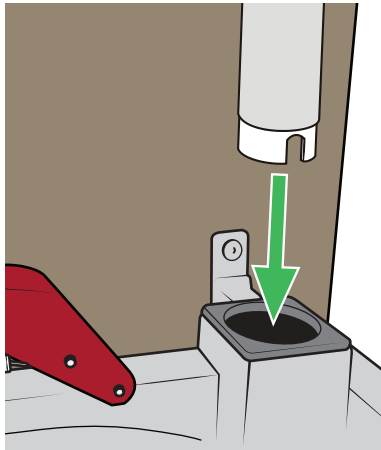

Abbildung 1
1. Setzen Sie den Patientenaufrichter so in eine der beiden Aufnahmen am Kopfteil des Betts ein, dass sich der waagerechte Teil des Aufrichters über der Mitte des Betts befindet. Siehe Abbildung 1.